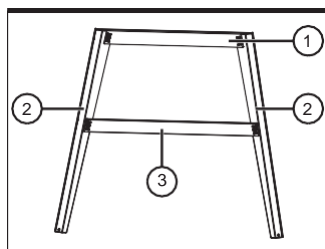

Fig. 3
- Conecte el otro extremo del soporte de la pata superior larga (1) a la parte superior de otra pata (2) usando un tornillo, una arandela plana, una arandela de resorte y una tuerca hexagonal.
- Coloque un soporte de pata inferior largo (3) en el centro de cada pata (2) usando un tornillo, una arandela plana, una arandela de resorte y una tuerca hexagonal. Esto completa la sección del marco frontal (Fig. 3).